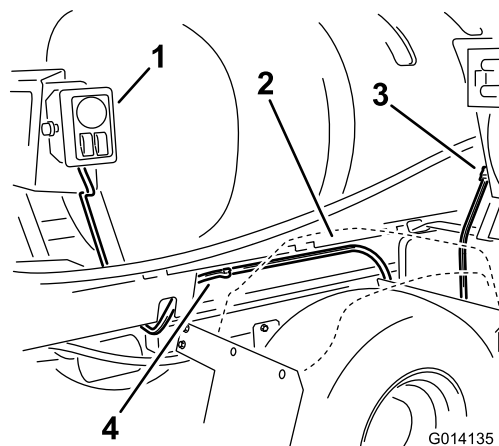

Рисунок 18
6. Проложите оставшийся жгут с разъемом шлангового барабана от блока управления вперед, по правой стороне машины, между рамой бака на полозьях и правым задним крылом (Рисунок 18). Прикрепите жгут к раме бака на полозьях с помощью двух вставных разъемов.